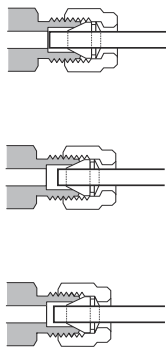

图 14 完成的接头
- 10 图 14 中显示了正确套接的连接和不正确套接的连接。请注意, 正确套接的接头中的管线的一端没有破碎, 且不会与密封垫圈的操作发生干扰。